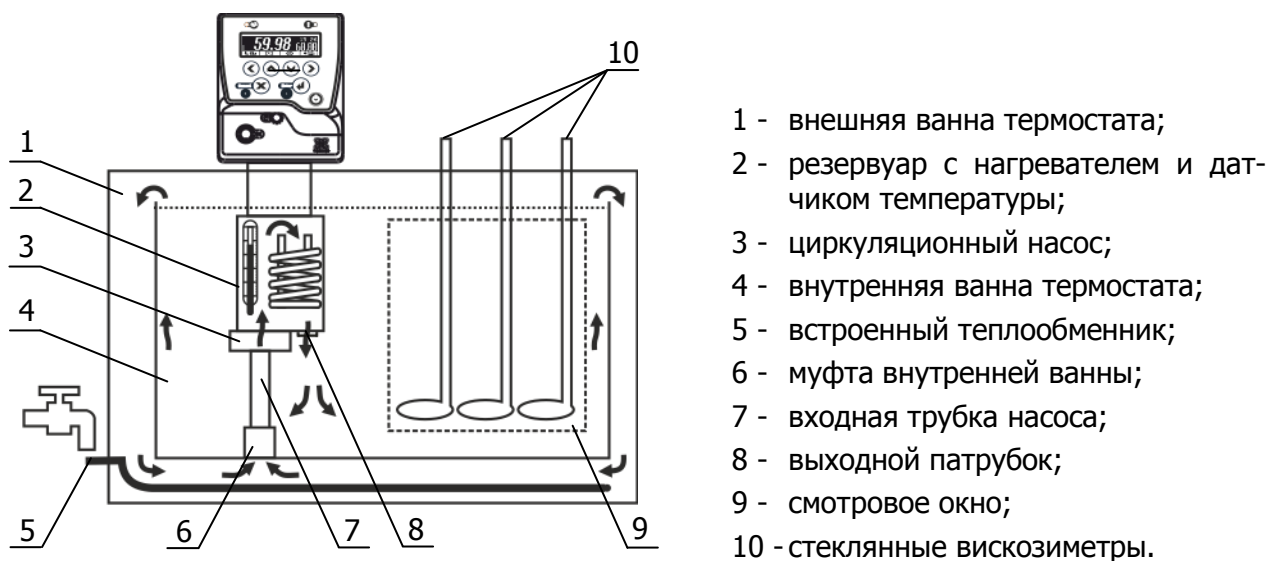

Рисунок 2 — Принцип работы термостата
1.4.5 Циркуляционный насос 3 блока регулирования температуры (рисунок 2) через входную трубку 7, вставленную в муфту 6, забирает теплоноситель из внешней ванны 1 и нагнетает его в резервуар 2 с нагревателем и датчиком температуры. В резервуаре температура теплоносителя регулируется и далее, через выходной патрубок 8, теплоноситель поступает во внутреннюю ванну 4, а из нее, переливом через верхний край внутренней ванны, возвращается во внешнюю.